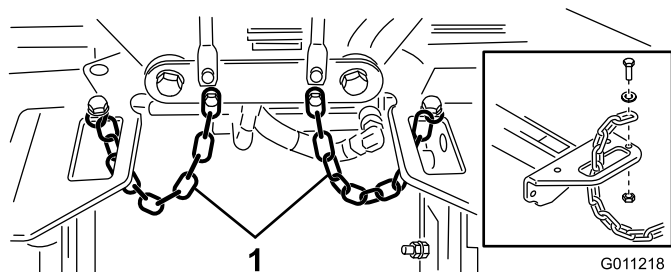

Рисунок 21
- Проденьте цепь опрокидывателя сквозь проем в конце каждой несущей рамы. Прикрепите цепь опрокидывателя к верхней части несущей рамы с помощью болта, шайбы и контргайки (Рисунок 21).